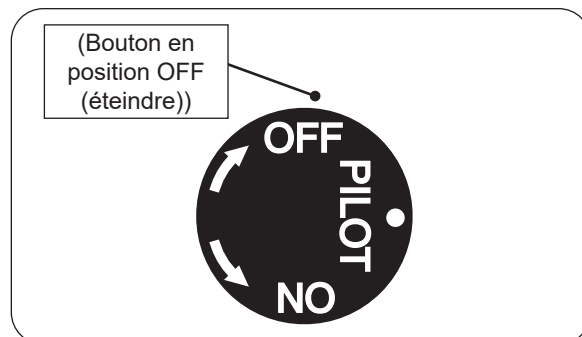

Fig. 75-2 Arrêt du pilote
- Localisez la vanne sur le côté de l'unité. Pousser le gaz bouton de commande légèrement et tourner dans le sens des aiguilles d'une montre ↻ sur **OFF** (éteindre) (voir Fig. 75-2).
Appuyez légèrement sur le bouton de contrôle et tournez-le dans le sens des aiguilles d'une montre ↻ pour **OFF** (éteindre). Ne force pas. Voir Fig. 75-2.